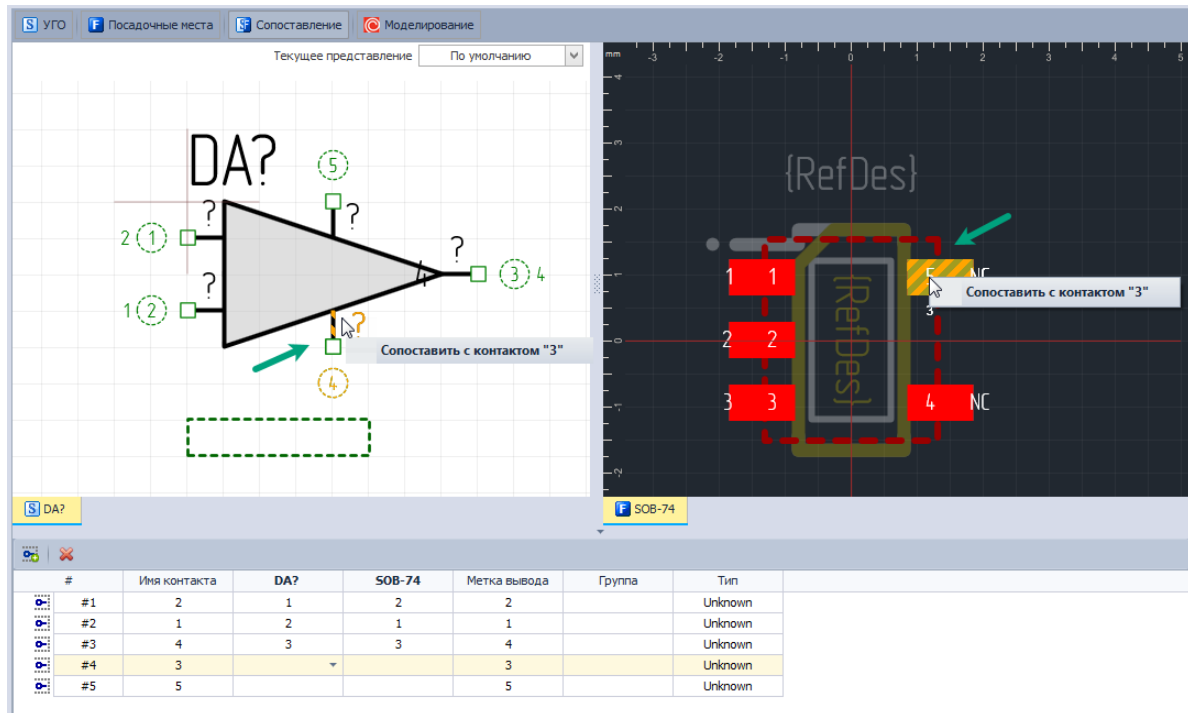

Рис. 286 Сопоставление
2. Наведите курсор на вывод УГО или на контактную площадку посадочного места, нажав правую кнопку мыши, укажите сопоставление см. Рис. 286.